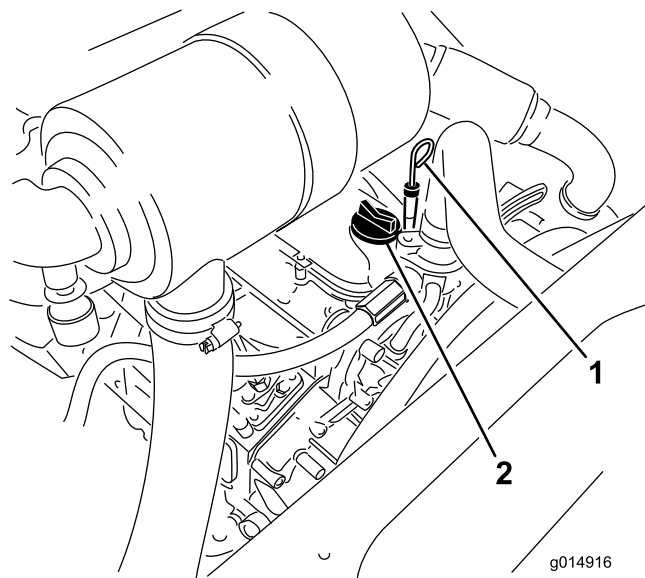

Figure 32
3. Retirez la jauge, essuyez-la sur un chiffon et remettez-la en place (Figure 32).
5. Si le niveau n'atteint pas le repère MAXIMUM, enlevez le bouchon de remplissage (Figure 32) et faites l'appoint jusqu'au repère MAXIMUM sur la jauge.